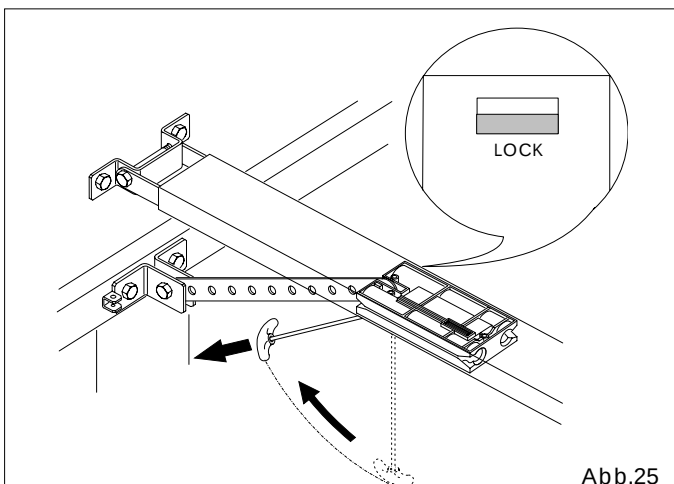

Abb.25
6.23 Die Automatikvorrichtung durch horizontales Verstellen des Hebels wieder blockieren (Abb.25, N.B. beim Loslassen ist sicherzustellen, dass am Fenster unter dem Schlitten mit der roten Anzeige "LOCK" die korrekte Bewehrung angezeigt wird).